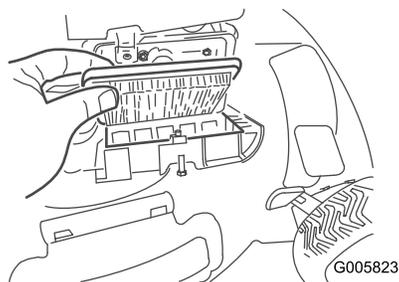

Рисунок 22
2. Замените воздушный фильтр (Рисунок 22).